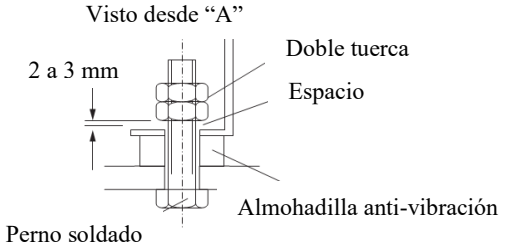

Fig.1
① Modelos CRM-S, CRMH-S y CRH
- Deje un espacio en los pernos para permitir un funcionamiento adecuado en las almohadillas (vea Fig.1).